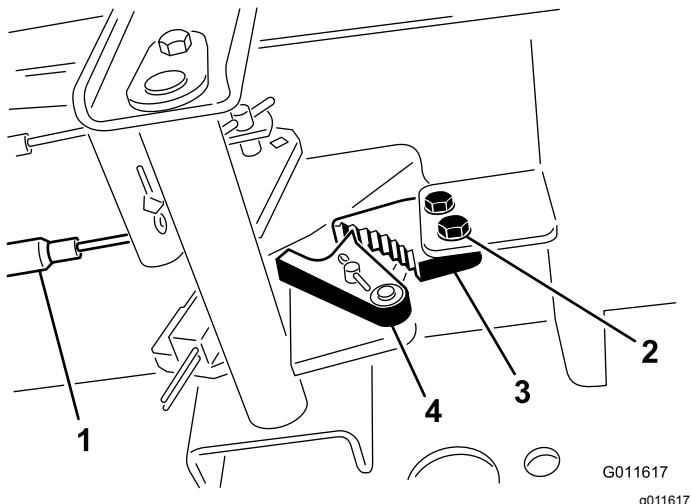

Figura 62
- Afloje los 2 tornillos que fijan el trinquete del freno de estacionamiento al bastidor (Figura 62).
- Tornillos (2)
- Pise el pedal del freno de estacionamiento hacia adelante hasta que la uña se enganche a fondo en el trinquete del freno (Figura 62).